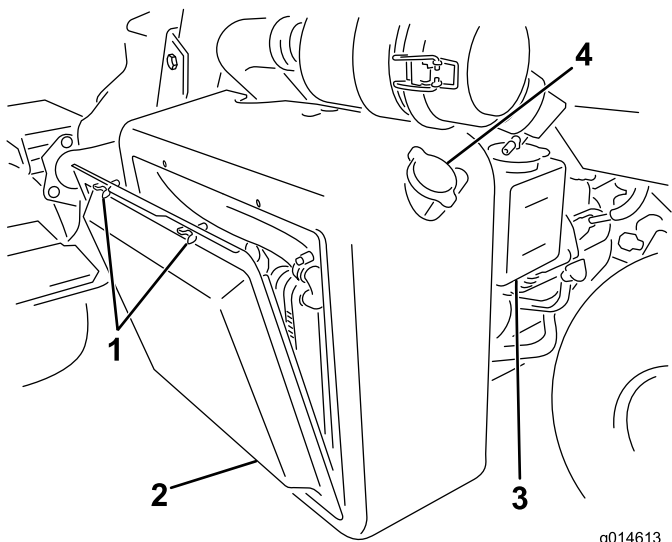
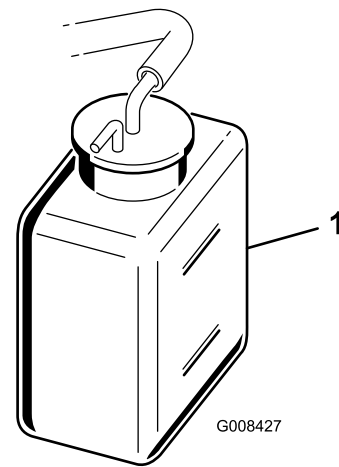

Figure 56
Figure 57
1. Retirez l'écran du radiateur (Figure 56).
2. Contrôlez le niveau de liquide de refroidissement (Figure 56 et Figure 57).